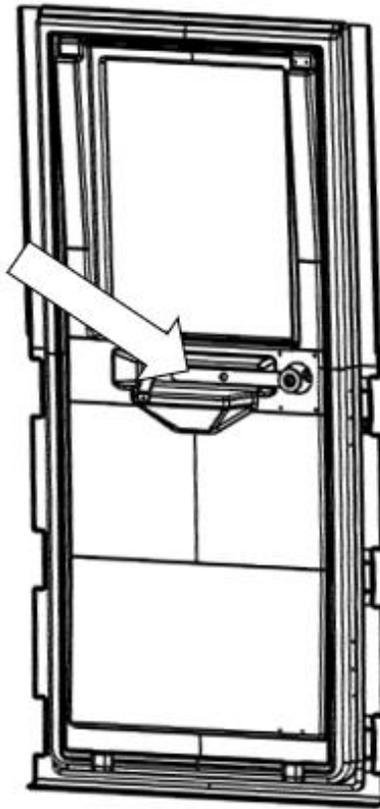

Figure 5 - Porte latérale (si équipée)
18. De l'intérieur du véhicule, soulevez la poignée rouge de la porte latérale et poussez la porte (Figure 5).